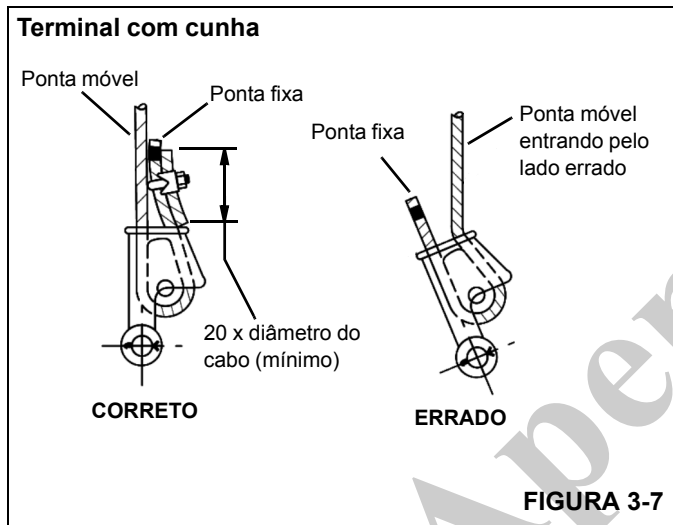

FIGURA 3-7
3. Certifique-se de que a extremidade móvel do cabo (Figura 3-7) fique diretamente alinhada às orelhas do terminal e ao sentido da tração a que o cabo será submetido. Se o cabo for incorretamente introduzido no terminal, sujeito a carga, o cabo irá dobrar à medida que abandonar o terminal e o bordo do terminal irá desgastar-se, causando danos no cabo e uma eventual falha.
4. Insira a extremidade do cabo de aço no terminal, forme um laço no cabo e passe-o de volta através do terminal deixando que a ponta fixa (Figura 3-7) sobressaia do terminal. Verifique se a ponta fixa do cabo tenha comprimento suficiente para que seja possível aplicar o tratamento da extremidade à ponta fixa após a cunha ter sido assentada.